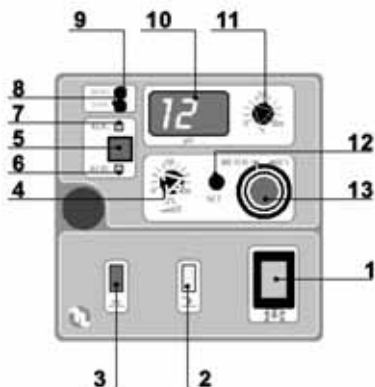

Fig. 26
10.4 - DLS-PH PUMP CONTROLS (Fig. 26)